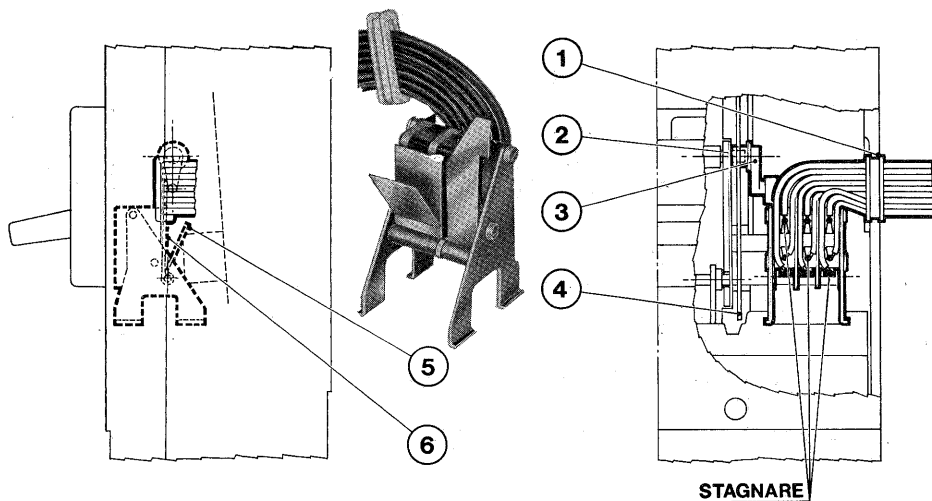

Fig. 22
9.3. Commutatori ausiliari per la segnalazione di interruttore "aperto" e "chiuso" oppure di "aperto per intervento sganciatori" (fig. 22)
- c) rompere il diaframma per l'uscita cavetti sulla fiancata destra del coperchio dell'interruttore e inserirvi il passacavi (1). Per l'applicazione commutatori per la segnalazione di interruttore aperto per intervento sganciatori, togliere il diaframma (4), togliere il tappo infilato sull'estremità dell'alberino (2), infilare la levetta (3) e reinserire il diaframma (4) fissandolo con mastice
- e) controllare il funzionamento elettrico dei commutatori ausiliari a interruttore aperto, chiuso e scattato automaticamente; se il funzionamento non è regolare, piegare, a seconda delle necessità, la levetta (6) per i commutatori ausiliari di segnalazione interruttore aperto o chiuso e la levetta (5) per i commutatori ausiliari di segnalazione "aperto per intervento sganciatori"